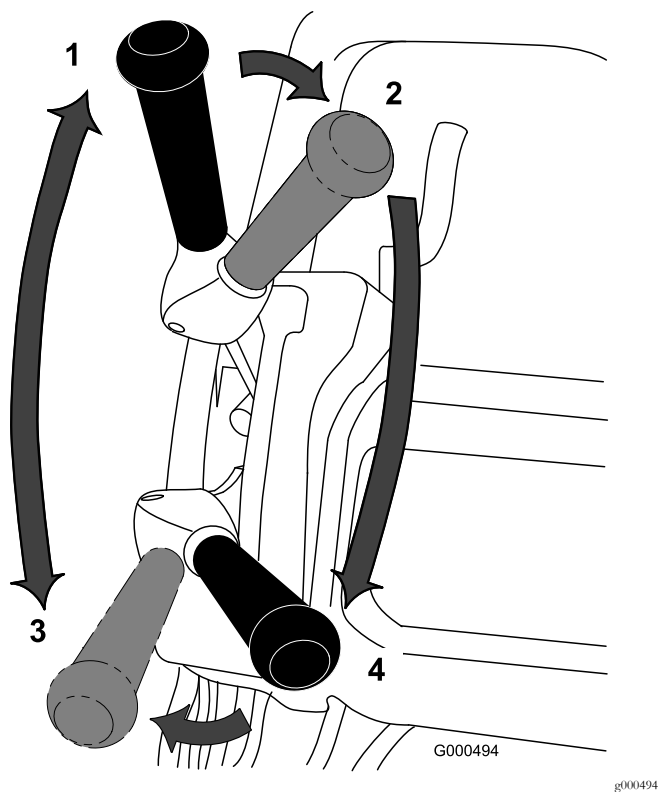

図 35
1. マシンを始動、速度コントロールをゼロにセットし、ハンドルを押し下げてカッティングユニットを上げ、オペレータコントロール OPC を握り、走行レバーを入にセット 図 35 して、ゆっくりと速度を操作して走行速度を上昇させて、グリーンのカラ縁に入る。
3. 走行レバーを解除し、次に左前方向に倒して走行とリールの駆動を開始する 図 35。